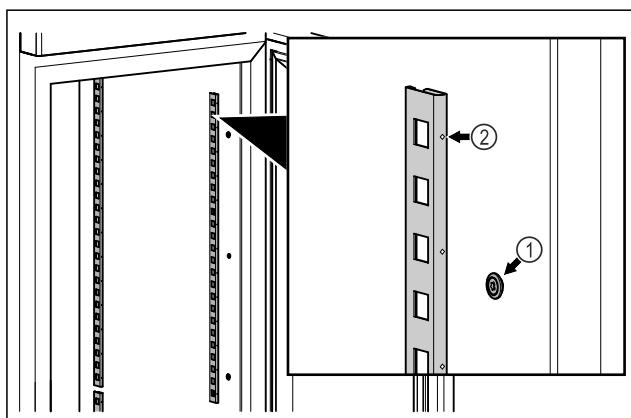

Fig. 17 Ενδεικτική απεικόνιση
- Αναρτήστε τα προφίλ ασφάλισης στην ανάρτηση Fig. 17 (1). Το σημάδι Fig. 17 (2) πρέπει να δείχνει προς τα εμπρός.